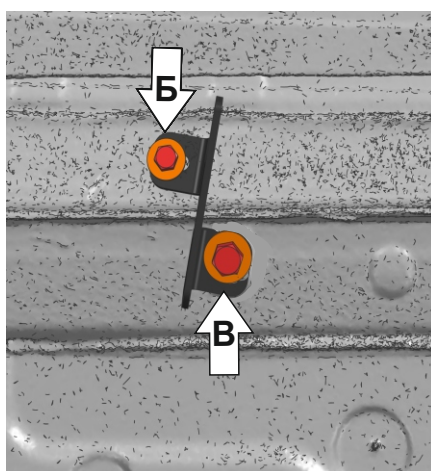

Рис. 5
6. Средний кронштейн установить, как показано на (Рис. 5). Переднюю часть закрепить болтом М8х30 с шайбой 8 ув. (Б), заднюю часть закрепить болтом М10х30 с шайбой 10 ув. (В).